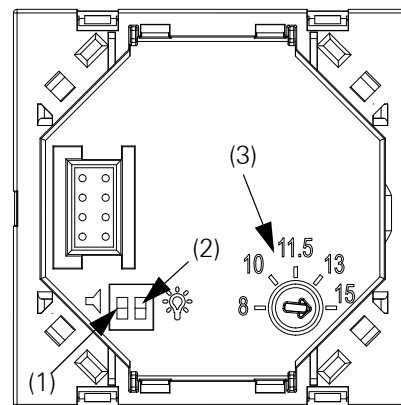

Fig. 4: Marco del dispositivo (parte posterior)
- Antes de que el marco del dispositivo esté ensamblado con el marco en el mecanismo empotrado, en caso necesario, realice los ajustes en el módulo de medición (marco del dispositivo), véase el capítulo "Ajustes", fig. 4.
Para poder realizar ajustes en el dispositivo debe estar retirado el marco del dispositivo del mecanismo empotrado. En la parte posterior del marco del dispositivo se encontrarán las posibilidades de ajuste, véase fig. 4.